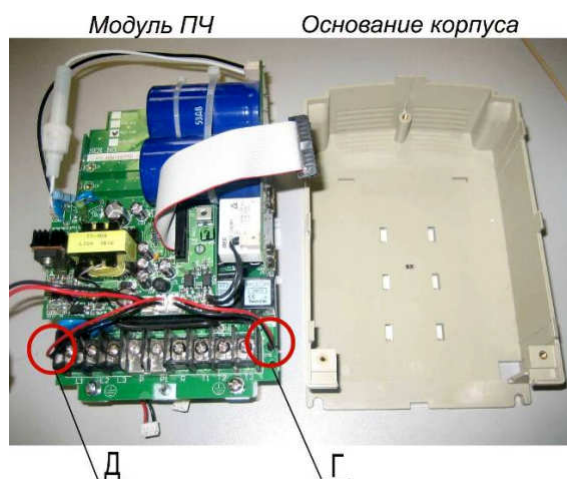

Рис. 7.11
7.6.1. Заправить провода питания вентиляторов (Г) и (Д) в пазы, расположенные по бокам платы питания (рис. 7.11).